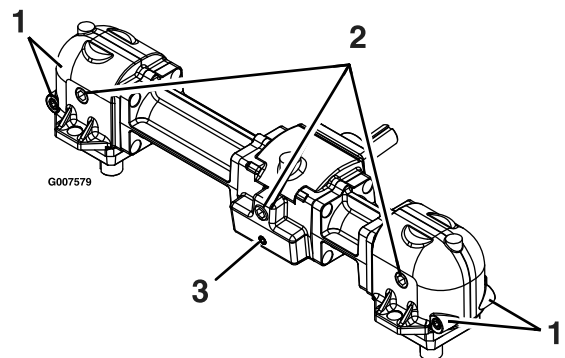

Figura 35
6. Rimuovete la grande spina di drenaggio olio davanti a ognuna delle 3 sezioni della scatola degli ingranaggi e drenate l'olio (Figura 35).